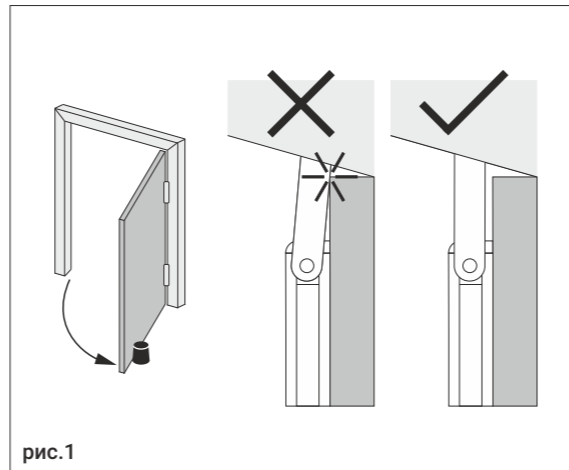

рис.1
2. Установите дверной упор (в комплект поставки не входит) согласно выбранному варианту установки доводчика, в том числе и для избежания упирания рычага дверного доводчика в дверное полотно при установке в вариантах 2 и 4, рис.1. Фиксатор HO не является дверным упором.